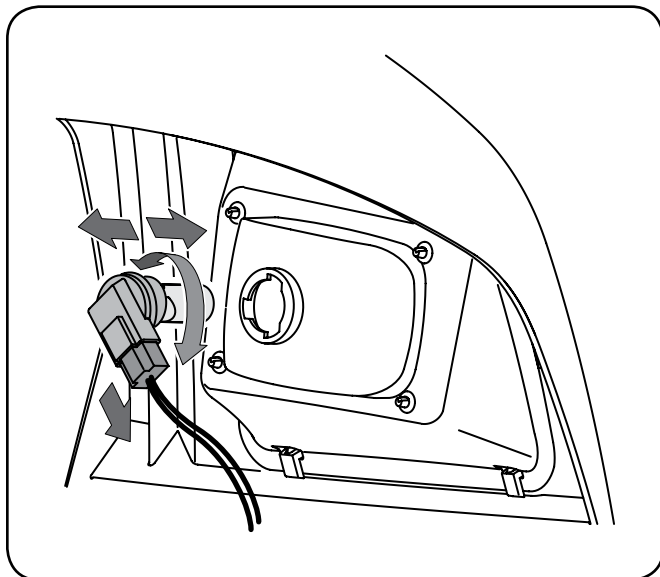

Figura 6-1
2. Gire el conjunto de lámpara y portalámparas aproximadamente un cuarto de vuelta para alinear las lengüetas con las muescas del reflector; luego, retire el conjunto del reflector. Consulte Figura 6-1.